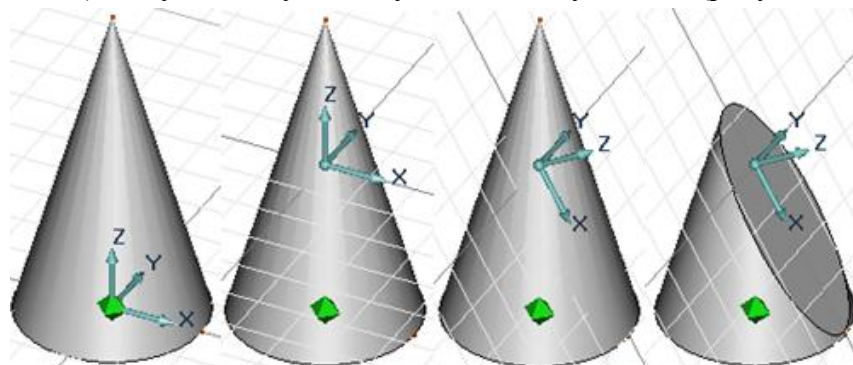

Рисунок 4.2 - Сечение конуса рабочей плоскостью
70 мм, диаметр верхнего основания сделайте равным 0.1 мм, **ОК**. Выведите изометрическое изображение конуса на поле экрана: на запрос системы **Положение/Tab** последовательно нажмите кнопки **Home**, **Пробел**, **Пробел**, **Esc**, **Q**, **E** клавиатуры и кнопку **Изометрический вид** (  ) меню (рисунок 4.2 слева).
3. Постройте фигуру сечения конуса плоскостью: сместите рабочую плоскость на 35 мм вверх по оси Z (**Z=35, ОК**), поверните ее вокруг начала координат на угол 60 градусов относительно оси Y (  , **Вокруг Y**, **Угол = 60.000000**, **ОК**), отрежьте верхнюю часть конуса рабочей плоскостью (  , укажите удаляемую часть конуса, **Esc**) (рисунок 4.2 справа).